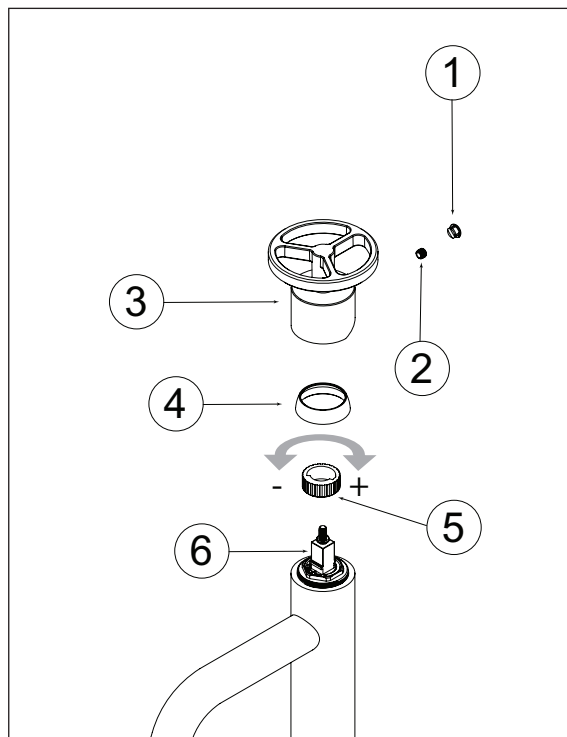

Fig.3
The highest temperature needs to be set at or under 120°F (49°C). It can be adjusted as follows: Remove the decorative cap (1), the set screw (2), the handle (3) and the dome cap (4) (Fig.3). Pull out the temperature limiting ring (5) from the cartridge (6). Gradually rotate it to the left to lower the highest temperature setting or towards the right to increase it.
La température maximum doit être réglée à 120°F (49° C) ou moins. Pour l'ajuster il faut: Retirer le cache-vis (1), la vis de retenue (2), la poignée (3) ainsi que le capuchon en dôme (4) (Fig.3). Ensuite, retirer la bague de limite de température (5) de la cartouche (6). Tourner la bague graduellement vers la gauche pour diminuer la température maximale et vers la droite pour l'augmenter.